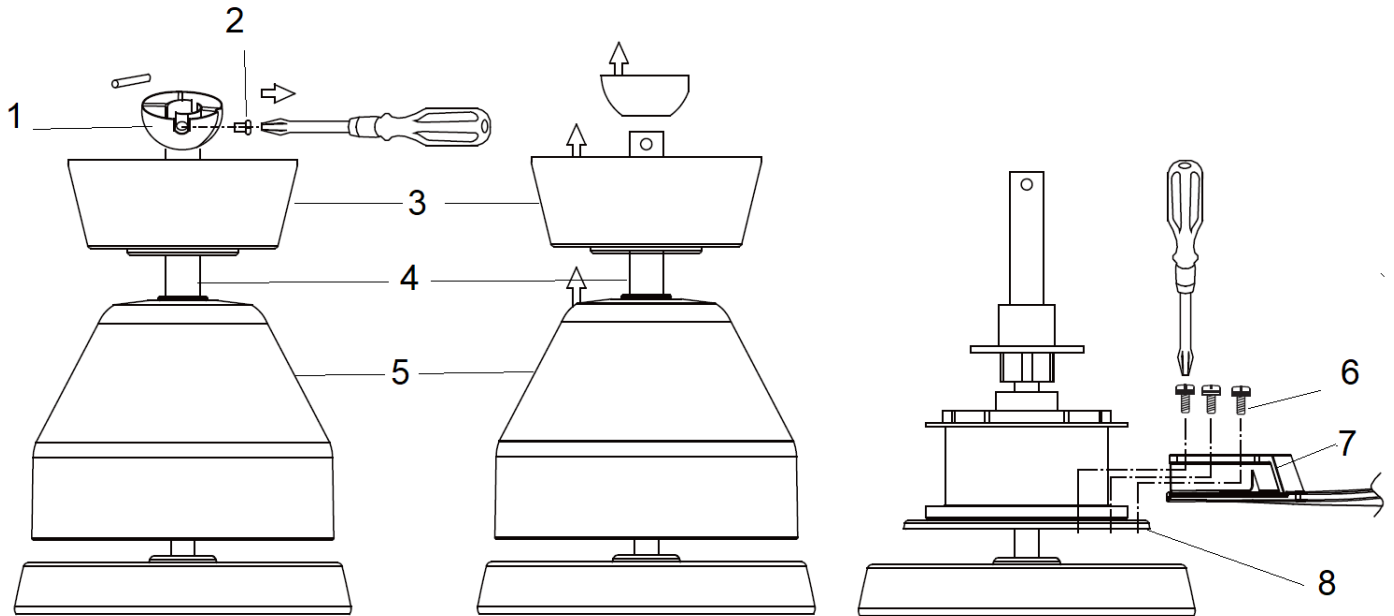

Fig. 6
INSTALACIÓN DE LAS ASPAS (Fig. 6)
- Retire la junta de bola (1) aflojando el tornillo de fijación (2). Fig.6
- Retire el florón (3) y la carcasa del motor (5) de la varilla descendente (4).
- Fije el asa (7) al sujetador del asa (8) ajustando los 3 tornillos de las aspas.